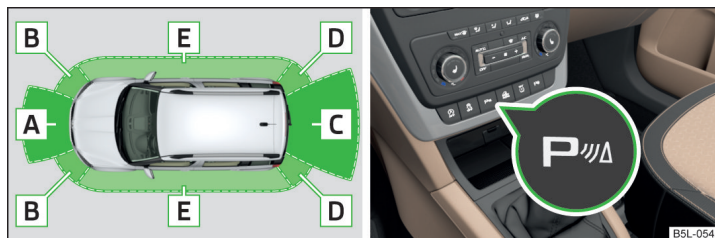

Fig. 136 Zones balayées et portée des capteurs / touche de système (variante 2,3)
En fonction de son équipement, le véhicule peut présenter les variantes de système suivantes » fig. 136.
Sur les véhicules équipés d'un dispositif d'attelage monté en usine, seules les zones **A** et **B** » fig. 136 du système sont actives.
Le système s'active automatiquement lorsqu'on passe la **marche arrière** ou appuie sur la touche-symbole **P_{VA}** » fig. 136 à la page 154.
- L'affichage à l'écran peut être interrompu en appuyant sur la touche de symbole **P** » fig. 136 à la page 154.